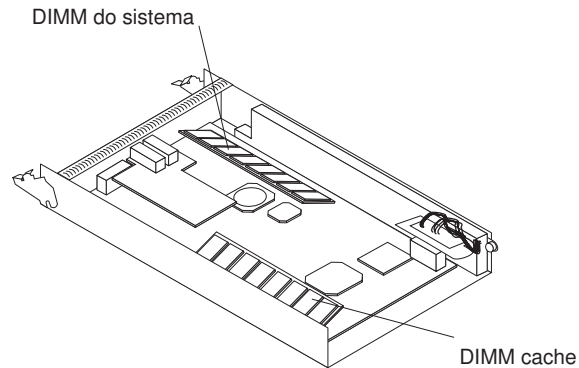

Figura 51. Locais do DIMM Cache e do Sistema
- a. Abra a presilha de retenção em cada extremidade do conector do DIMM. A Figura 51 mostra os DIMMs cache e do sistema.